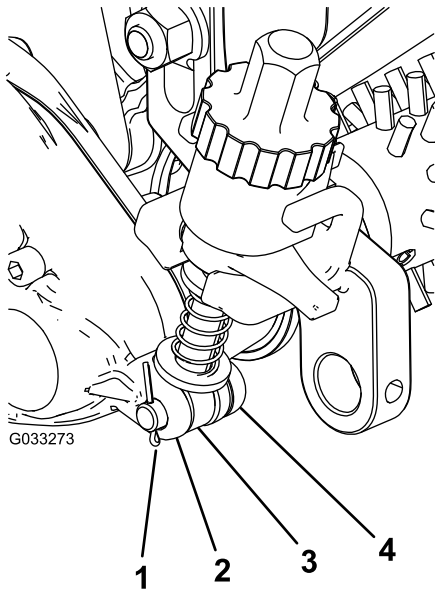

Bild 19
3. Schieben Sie die Stangen der Einstellarme in der Nähe des Groomerantriebs in die Öffnung des Antriebs und befestigen sie mit einem Einstellstift und dem Splint (Bild 19).